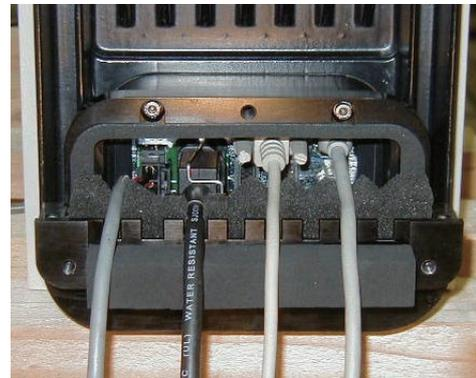

图9-6. 安装到位的下部法兰
- c. 最后，向下压入法兰，使其固定在外壳中。请参见图9-6了解下部法兰安装位置。